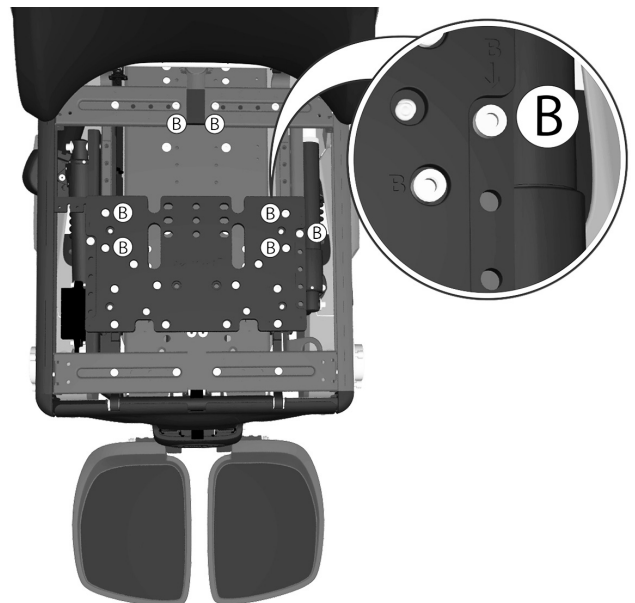

Abbildung 70. Die Position für die Rückenlehne (hinterer Teil des Sitzrahmens) wird von fünf Schrauben, gekennzeichnet mit dem Buchstaben B, fixiert.
3. Hinteren Sitzteil in die korrekt eingestellte Sitztiefe zurückziehen. Die sieben mit (B) gekennzeichneten Schrauben für den hinteren Teil des Sitzrahmens demontieren, siehe Abbildung. 70.